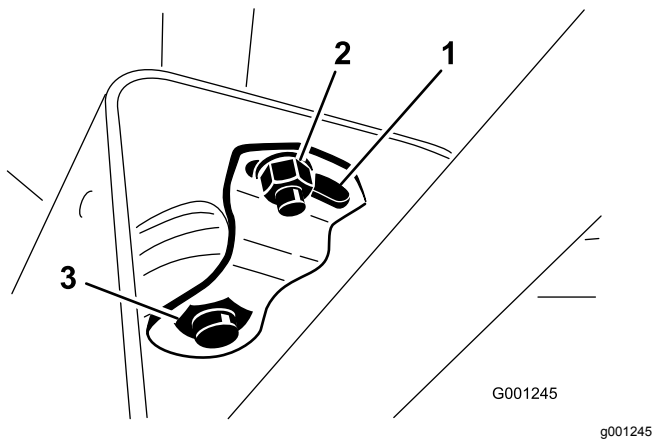

Bild 30
2. Schieben Sie die Abdeckung auf der Lenkwelle nach oben, um die Schwenkhalterung freizulegen (Bild 30).
3. Lösen Sie die kleine Mutter und drehen Sie die Schwenkhalterung, bis die große Mutter unten angezogen ist (Bild 30).